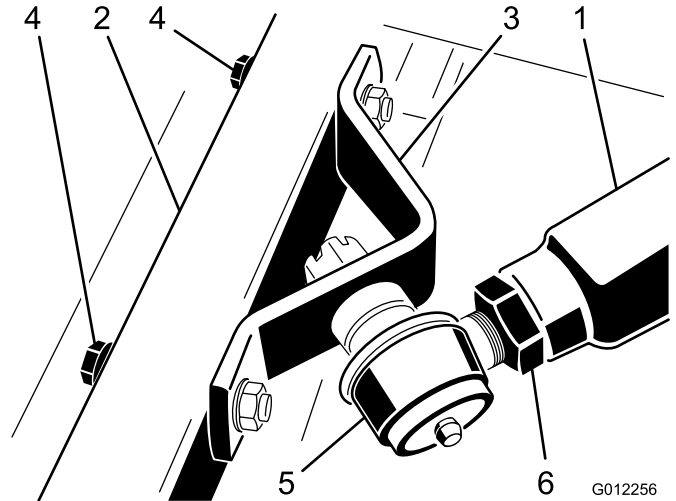

Figure 22
le support de rotule au bras pivotant sur le plateau de coupe (Figure 22). Cette même personne peut laisser remonter doucement le bras de poussée ce qui soulagera graduellement la charge de 45 kg du ressort.
- Demandez à une autre personne d'appuyer avec précaution sur le bras de poussée droit jusqu'à ce que les trous du support de rotule soient en face des trous du bras pivotant (Figure 22).